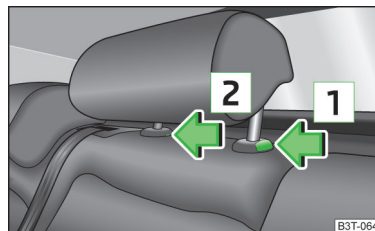

Fig. 55
- Pousser la touche de verrouillage dans le sens de la flèche 1 » fig. 55, pousser en même temps le verrouillage dans l'ouverture 2 au moyen d'un tournevis plat d'une épaisseur de 5 mm max. et sortir l'appuie-tête.